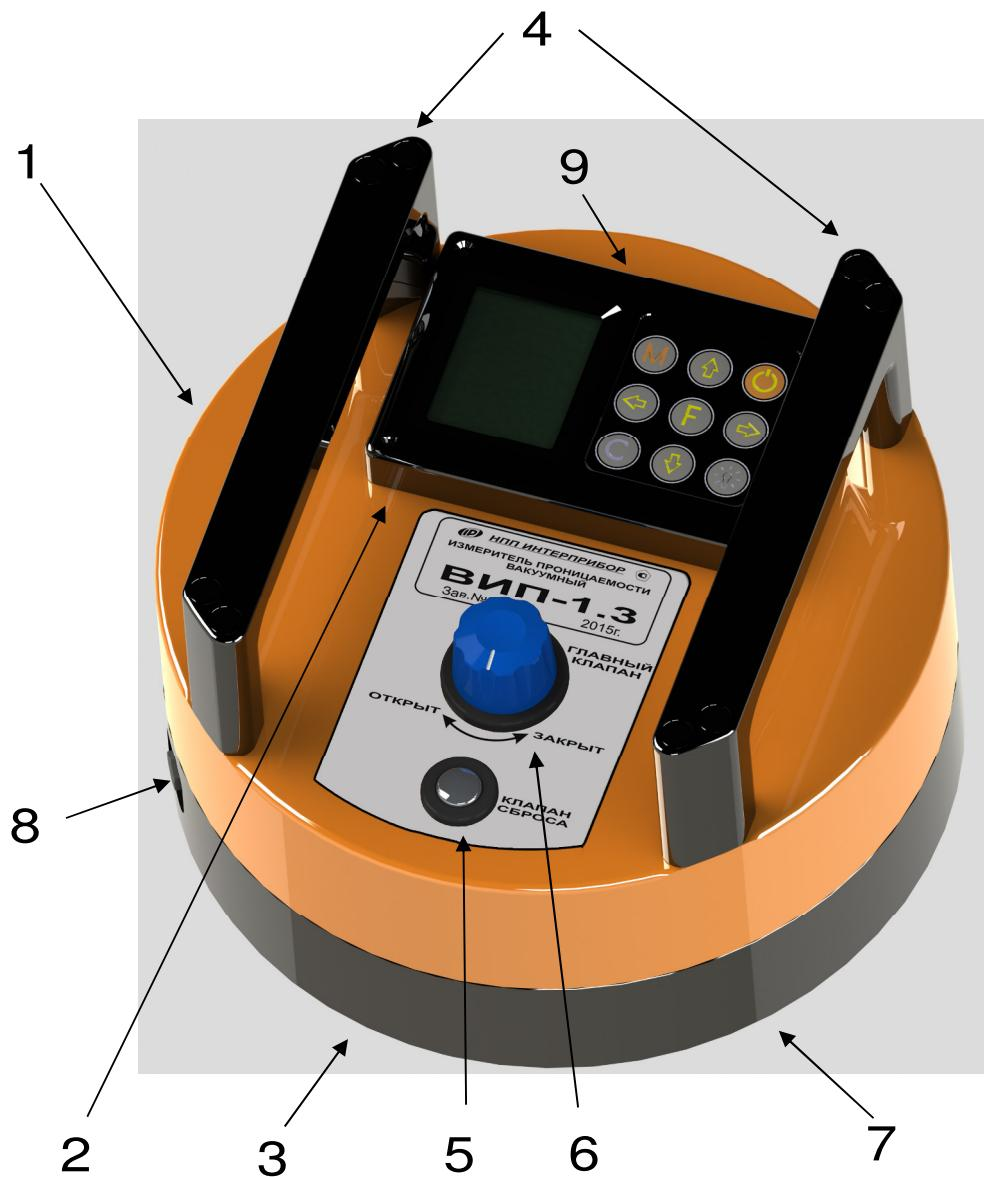

Рисунок 1 - Внешний вид прибора
Прибор (рисунок 1) представляет собой моноблоочное устройство, в котором объединены измерительный блок 1, два встроенных вакуумных насоса (на рисунке не показаны) и электронный блок 2.
**4.5.4 Пункт главного меню АТМОСФЕРНОЕ ДАВЛЕНИЕ** позволяет перед каждым испытанием измерять и сохранять в памяти прибора величину атмосферного давления, необходимого для корректного вычисления параметров проницаемости. При открытом клапане 7 (рисунок 1), нажав клавишу **M**, электронный блок сохранит текущее значение атмосферного давления. При нажатии клавиши **F** или **C** прибор выйдет в главное меню.
После нажатия клавиши **M** начнется запись процесса измерения давления, и прибор выдаст сообщение о необходимости «Открыть клапан». Одновременно с этим будет запущен таймер обратного отсчета времени, в течение которого кнопку 6 с маркировкой «Главный клапан» (рисунок 1) надо нажать. Откроется клапан 7, находящийся на нижней поверхности прибора.